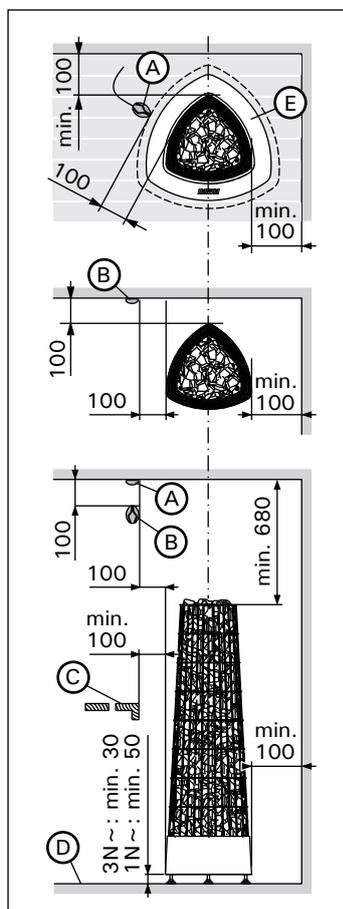
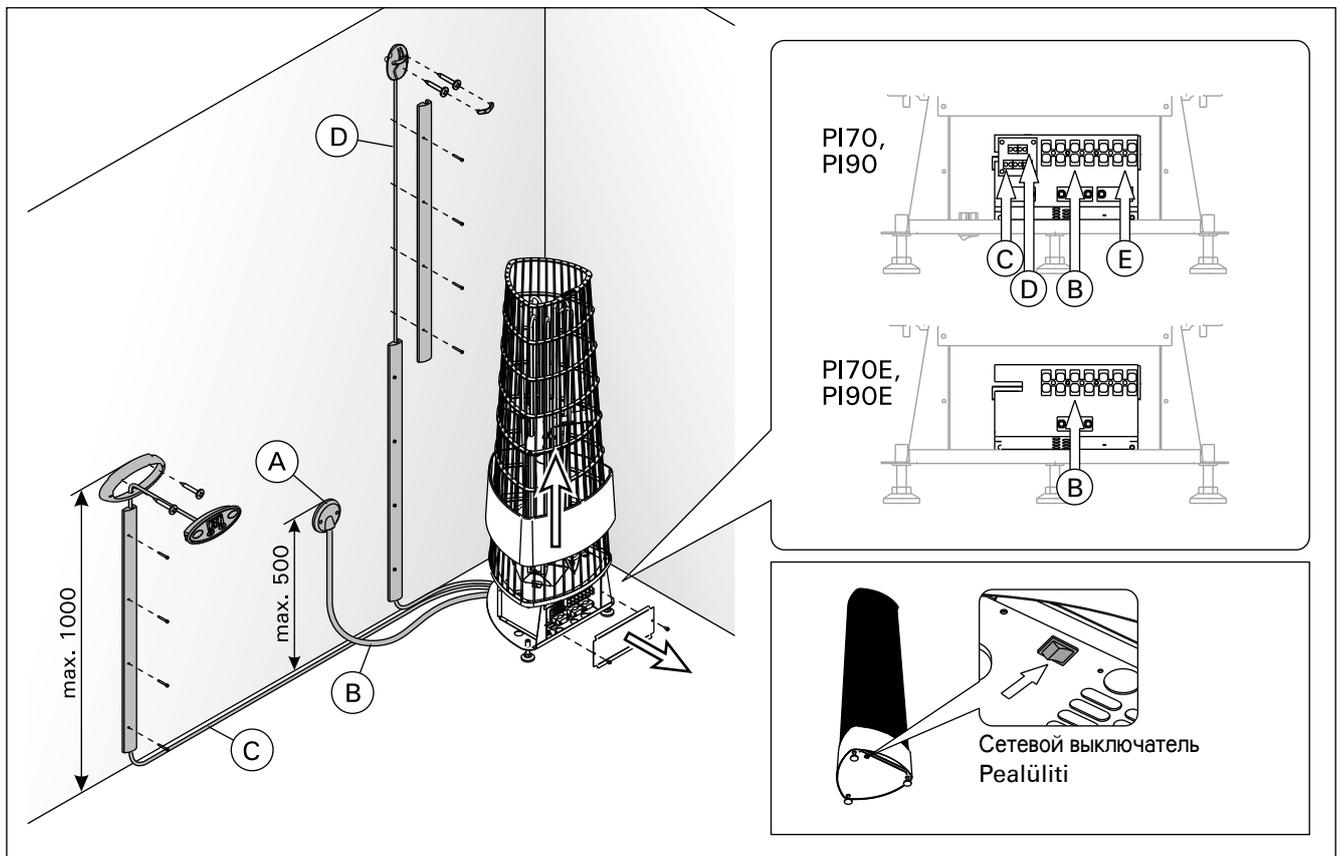

Рисунок 6. Расположение и безопасные расстояния (все размеры приведены в миллиметрах)
Рисунок 7. Разъемы нагревателя (все размеры приведены в миллиметрах)
| шир./laius 370 mmглуб./sügavus 370 mmвыс./kõrgus 1200 mmвес/mass 15 kgкамни/kivide kogus 100 kg | кВт kW           | ▷2.3.                                      |   |                    | Рис. 7: BJoonis 7: B            |                       | Рис. 7: BJoonis 7: B            |                       | Рис. 7: DJoonis 7: D           | Рис. 7: CJoonis 7: C           |
Элементы, представленные на рис. 6:
Разъемы нагревателя (рис. 7):
- Каменка гибким проводом подсоединяется к соединительной коробке (рис. 7: A) в стене сауны. Соединительная коробка должна быть брызгозащищенной и находиться на расстоянии не более 500 мм от пола.
- В качестве кабеля (рис. 7: B) следует использовать резиновый кабель типа HO7RN-F или подобный. **ВНИМАНИЕ! Использование изолированного ПВХ кабеля запрещено вследствие его разрушения под воздействием тепла.**
- **PI:** Установите датчик на стену сауны, как показано на рис. 6. Вставьте кабель датчика в разъем нагревателя по принципу цветового соответствия (рис. 7: D).
- **PI-E:** Установите датчик (WX248) на стену сауны, как показано на рис. 6.
**Датчик следует устанавливать в место, указанное в данной инструкции (рис. 6). Если не соблюдается минимальное расстояние, следует переместить вентиляцию.**
Закрепите панель управления следующим образом (см. рис. 7):
4. Вставьте свободный конец кабель управления в разъем нагревателя по принципу цветового соответствия (рис. 7: C).